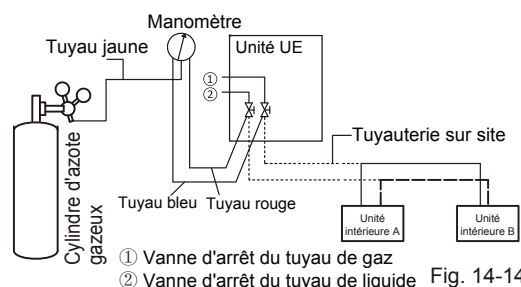

Fig. 14-14
4. Utilisez des bouchons pour boucher toutes les ouvertures du côté liquide (gaz), à l'exception de l'ouverture de l'unité intérieure qui est la plus éloignée des unités extérieures (« Unité intérieure A » à la Fig. 14-14).